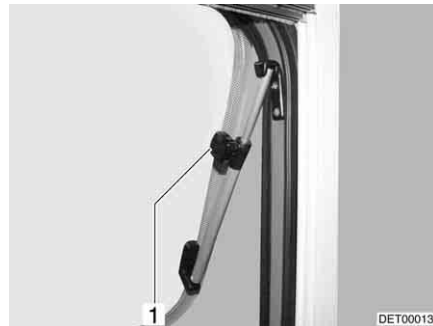

Fig. 90 Fenêtre projetante avec bras pivotant
- Ouvrir la fenêtre projetante jusqu'à la position voulue et la bloquer avec la molette (Fig. 90,1).
- Tourner la molette (Fig. 90,1) jusqu'à ce que le dispositif de blocage soit libéré.